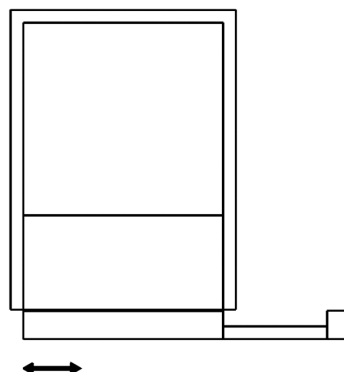

Fig.5
- Træk frontpanelet helt ud og monter kulfilteret i det kammer, som befinder sig ved motorens gitter (Fig.5).